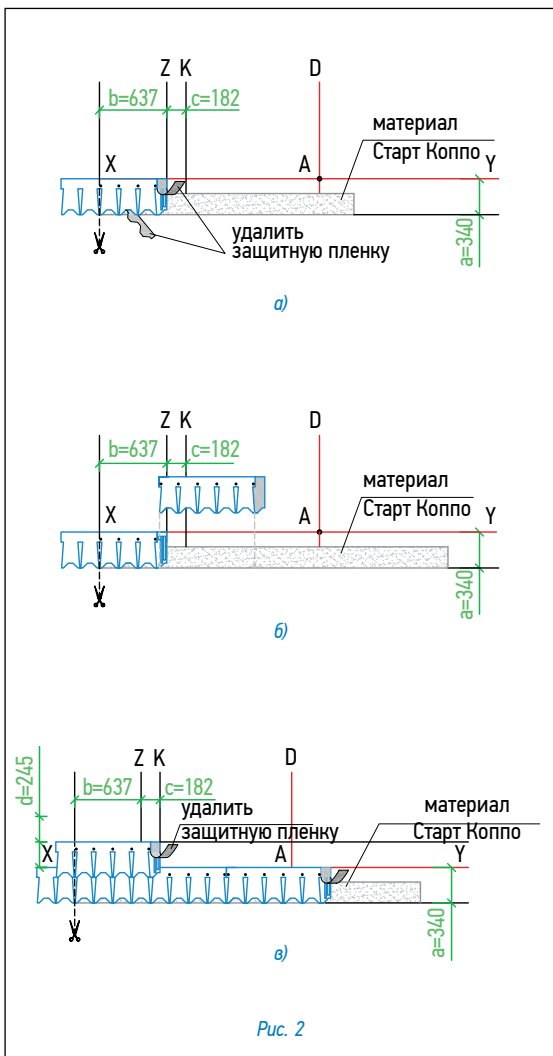

Рис. 2
Укладка материала (рис. 2)
- По линии карниза укладывается специальный самоклеящийся рулонный материал «Старт Коппо», формирующий начальный ряд; при этом предварительно с его изнаночной стороны снимается защитная пленка (рис. 2а);
- укладка черепицы начинается от линии Z, при этом ее верхний край выравнивается по линии XY (рис. 2а, 2б);
- следующий ряд укладывается от линии K (со смещением 18,2см от линии Z) (рис. 2в);
3. Защитную пленку с поверхности самоклеящегося слоя рекомендуется удалять непосредственно перед креплением листа (рис. 2а).